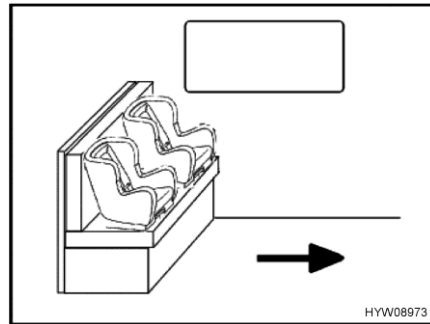
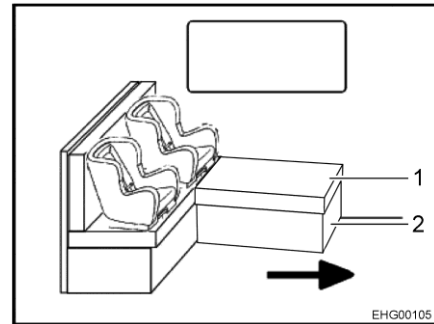

Fig. 25 Asientos infantiles en el banco
Fig. 26 Asientos infantiles en el banco L
La flecha en Fig. 25 y en Fig. 26 muestra la dirección de marcha.
- Quitar el cojín (Fig. 26,1) si es necesario.
- Plegar el bastidor de baúl (Fig. 26,2) si es necesario.